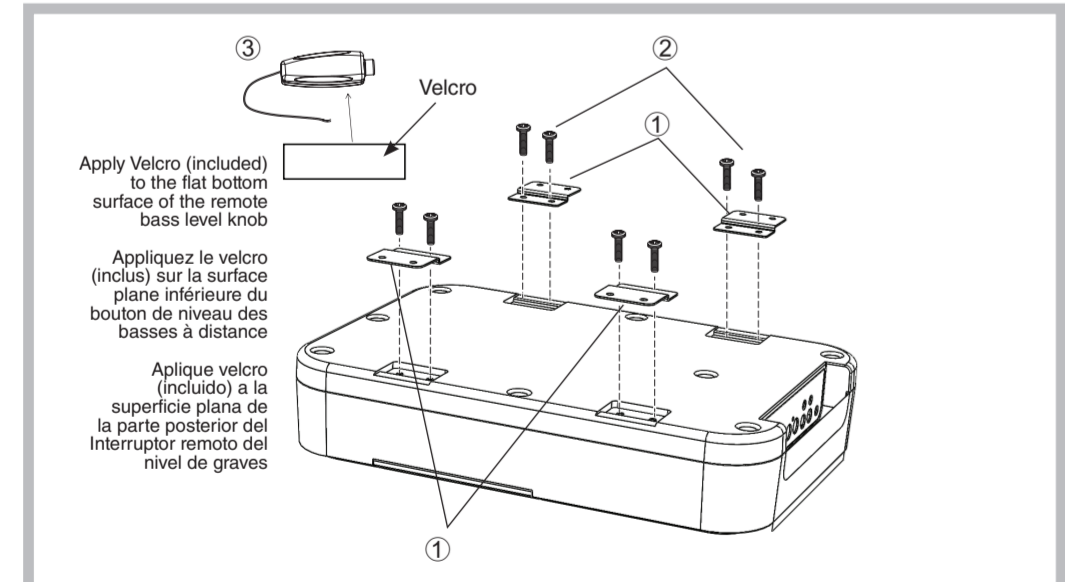
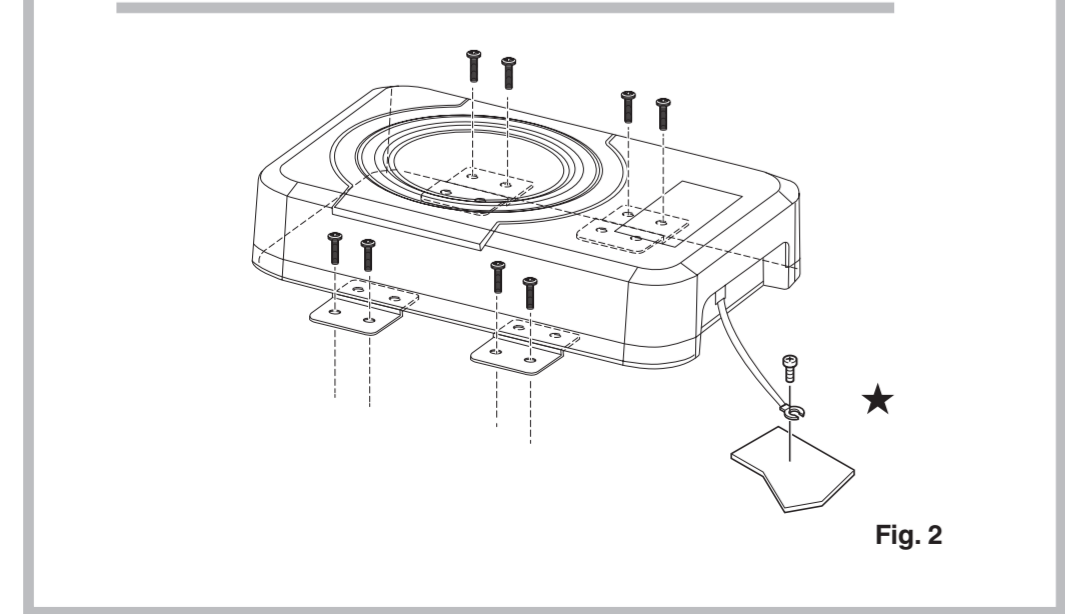

Fig. 1
Fig. 2
INSTALLATION (Fig. 1) & (Fig. 2)
- Attach the included mounting brackets to the PWE-S8 with the supplied screws. (See to Fig. 1)
- Once the brackets are mounted to the PWE-S8, place the subwoofer in the desired location within the vehicle. Before securing with screws, check to make sure all screws can affix to a structurally solid surface while avoiding vehicle wiring, components, etc. (See Fig. 2)
INSTALLATION (Fig. 1 - Fig. 2)
- Fixez les supports de fixation inclus au PWE-S8 avec les vis fournies à cet effet. (Se reporter à la Fig. 1)
- Une fois les supports de fixation fixés sur le PWE-S8, placez le haut-parleur de graves à l'emplacement désiré à l'intérieur du véhicule. Avant de fixer les vis, assurez-vous que toutes les vis sont fixées dans une surface solide tout en évitant le câblage et les composants du véhicule (se reporter à la Fig. 2).